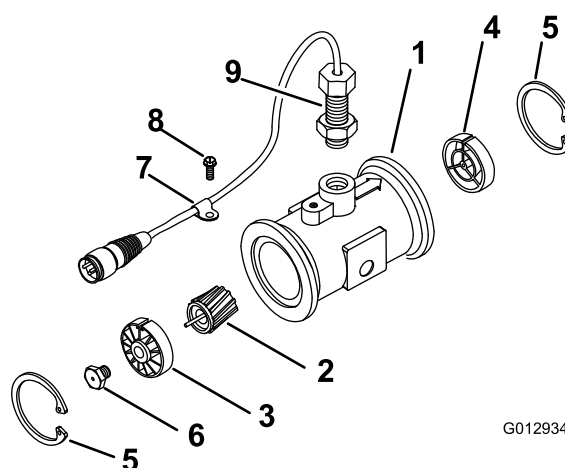

Figura 62
- Retire el anillo de sujeción del lado “aguas arriba” (Figura 62).